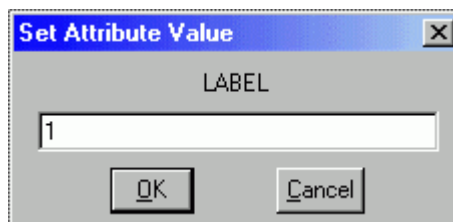

Рис.1.4. Диалоговое окно нумерации проводников
1.5. **Нумерация проводников и узлов схемы.** Чтобы пронумеровать узел 1, выделим его щелчком ЛКМ. Он окрасится в красный цвет. Затем дважды щёлкнем ЛКМ. Появится окно "Label". В поле окна запишем номер узла 1 и нажмём "OK". Диалоговое окно, соответствующее данной операции, представлено на рис. 1.4. Нужно пронумеровать все три узла (проводника).